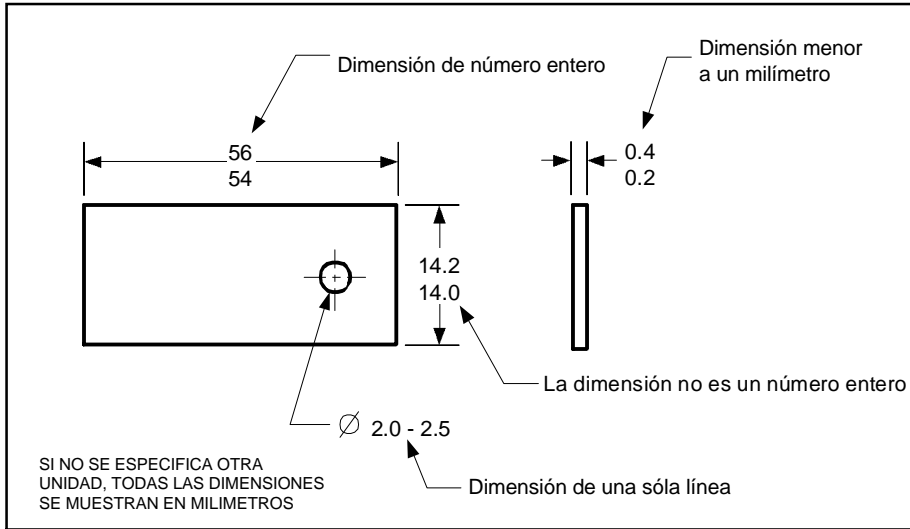

FIGURA 1-5 Especificaciones en unidades métricas
Se utilizan tres convenciones para especificar dimensiones en el sistema métrico. Ejemplos de estas convenciones se muestran en la figura 1-5.
3. Cuando una dimensión métrica no es un número entero, se debe especificar el punto decimal con la fracción (decimos o centésimos) como se muestra en la figura 1-5 de la siguiente página.